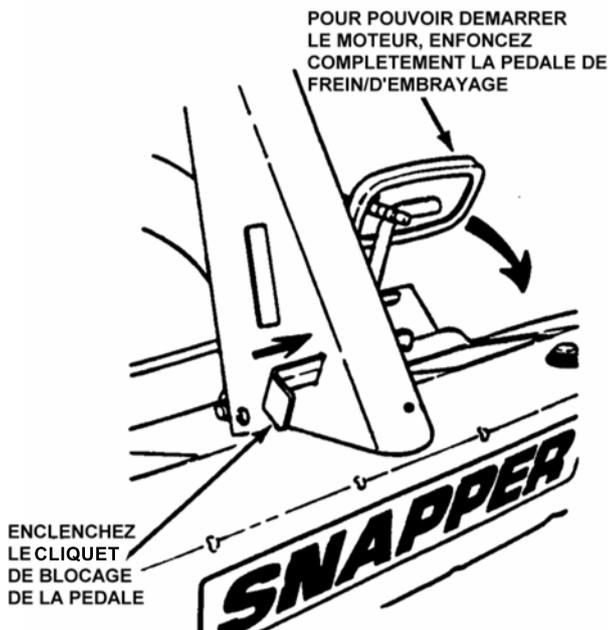

FIGURE 2.8
IMPORTANT: Si vous tournez la clé de contact sur la position marche (ON) et que la poignée du lanceur est tirée, le moteur sera entraîné mais il ne démarrera que si la pédale de frein/d'embrayage est complètement enfoncée avec le frein de stationnement bloqué et que si le levier d'embrayage de la lame est sur la position OFF (voir la figure 2.8). Démarrez le moteur de la manière suivante :
1. Amenez le levier de vitesses au point mort (N).
3. Enfoncez complètement la pédale de frein/d'embrayage, enclenchez le cliquet de blocage de la pédale puis relâchez-la pour bloquer le frein de stationnement. Voir la figure 2.8.